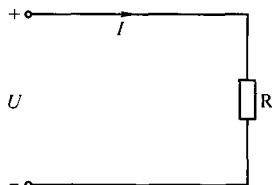

图 1-3 部分电路欧姆定律电路
(1) 部分电路的欧姆定律 电阻 R 两端在电压 U 的作用下, 有电流 I 通过, 如图 1-3 所示。实践证明: 流过电阻 R 的电流 I 与电阻两端的电压 U 成正比, 与电阻 R 成反比。这个结论叫做部分电路的欧姆定律。用公式表示为